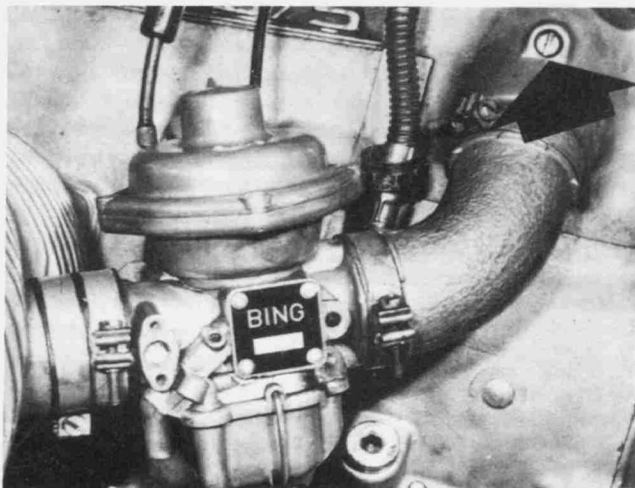

Bild 185
- Den Luftfilter-Einsatz in den empfohlenen Abständen reinigen oder erneuern. Vor Beginn dieser Arbeit den Kickstarterhebel an die vordere Fussraste binden (Bild 185).